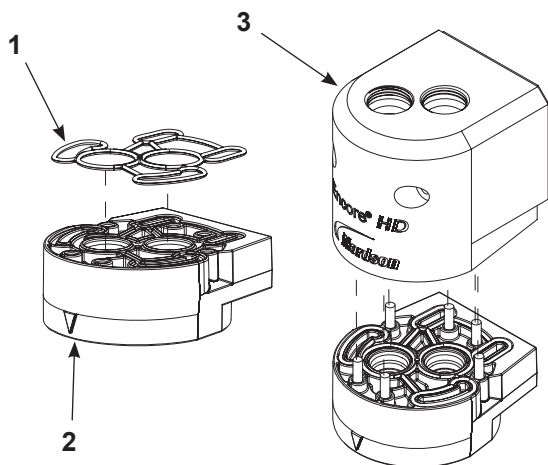

Рис. 21 Монтаж нижнего Y-блока на продувочном коллекторе
1. См. Рис. 21. Положить специальное уплотнительное кольцо (1) на верхний Y-блок (2), как показано, затем закрепить верхний Y-блок на корпусе продувочного коллектора (3) соответствующими винтами (4).